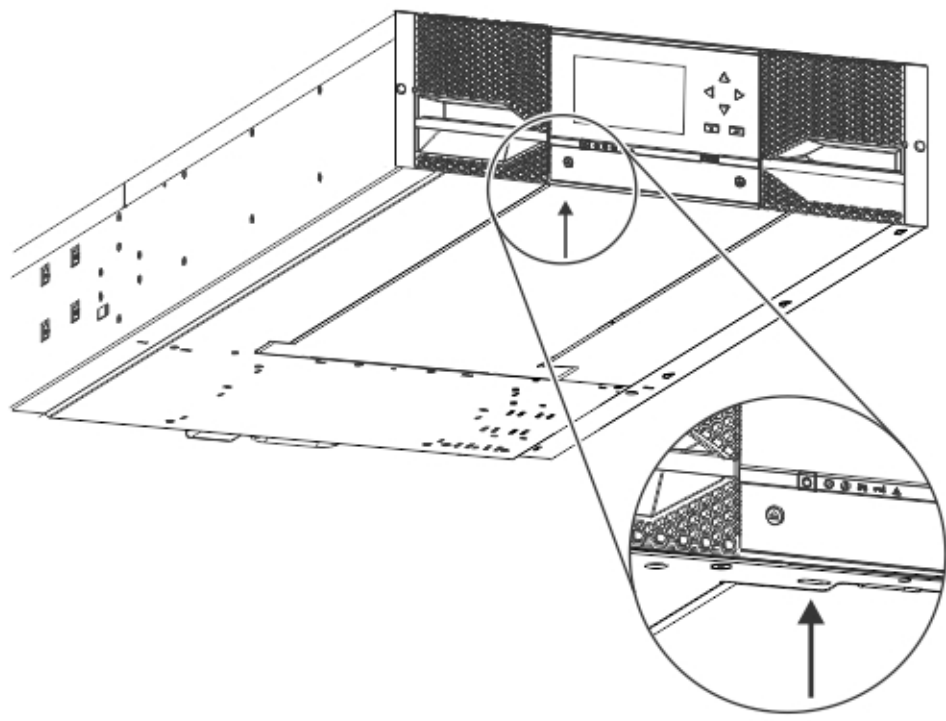

図 34. スプリング式ロックのアンロック
- c. 下部カバーを片手で支えます。小型のマイナス・ドライバーまたはトルクス・ドライバーを穴に差し込み、左方向に約 4 mm スライドさせて、スプリング式のロックをアンロックします。図 34 を参照してください。